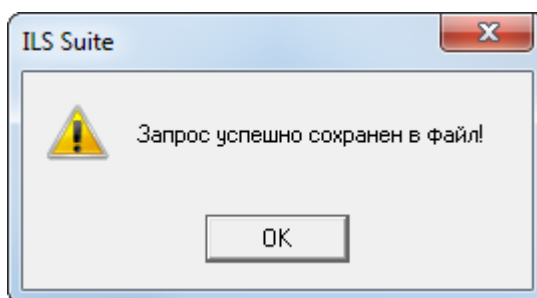

Рис. 7-38 – Информационное сообщение
6) После сохранения запроса в файл выводится информационное сообщение (рис. 7-38).